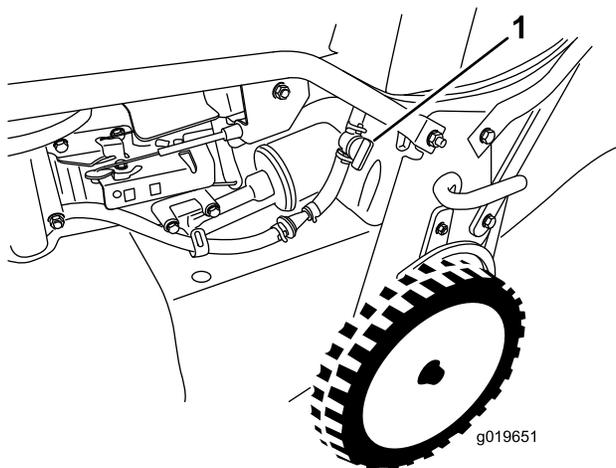

Figura 17
2. Abra a válvula de corte do combustível (Figura 17).